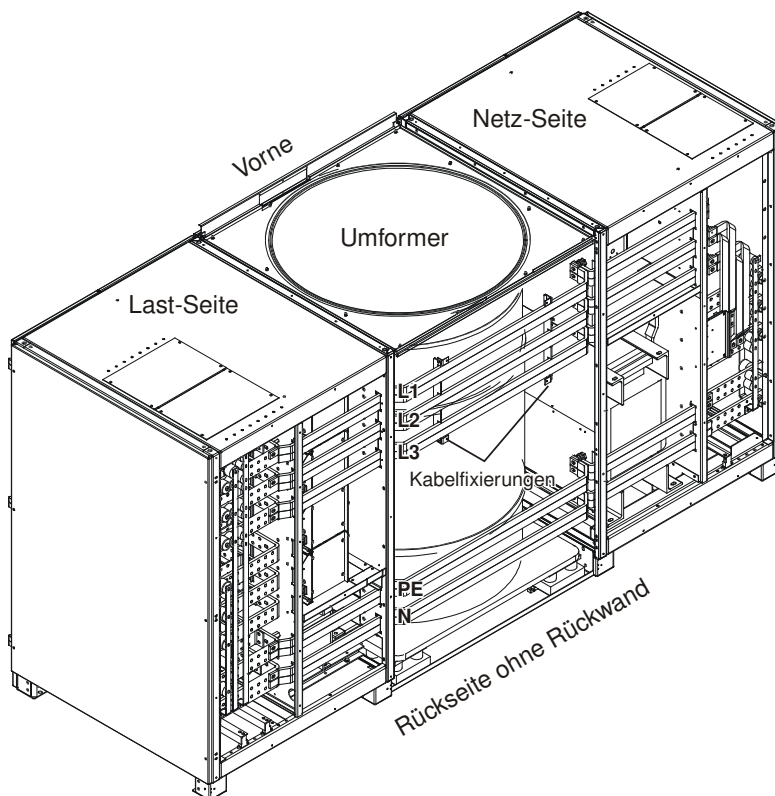

Bild 6-25
3. Falls die Anlagenkonfiguration eine Verbindung zwischen Netz 1 und 2 vorsieht, müssen acht weitere Flachbandkabel und Fixierungen zwischen Netz- und Lastschrank montiert werden (L1 – L3, N) (siehe Bild 6-25).